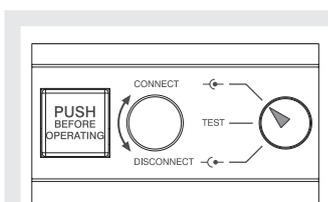

Figura 53
- interruptor en posición de insertado (véase Figura 53)